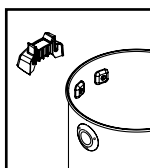

FIGURE 13
16. Retirez toute sangle attachant les poignées de réservoir l'une à l'autre. Prenez la poignée du réservoir latéral comportant la lettre **L** (pour gauche) et placez-la à l'extérieur du réservoir où les ensembles de soutien sont installés. Fixez la poignée du réservoir avec les vis des ensembles de soutien. **FIGURE 13.**